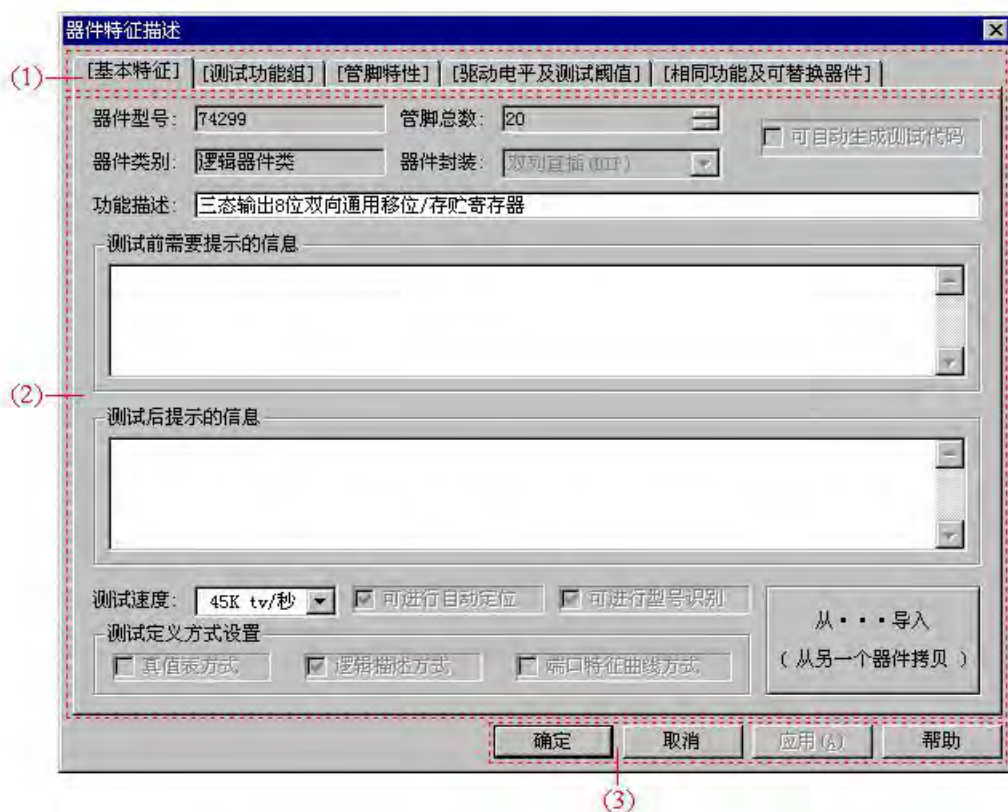

图 6
点击  按钮或在“建库”菜单下选中“器件管脚特性描述 (F3)”,则进入“器件特征描述”接口,如图 6。
在图 6 中,有三个用虚框包容的区域,(1)所示部分为特性页的每个子页的选取部分;(2)所示部分为所选取的特性页的内容输入或设置部分,不同的特性页其内容也各不相同;(3)所示部分为整个特性页部分的操作按钮。用鼠标左键鼠标点击(1)所示区域的任何一个部分以进入相应部分的编辑录入。
1. 器件“基本特征”设置;(如图 6)